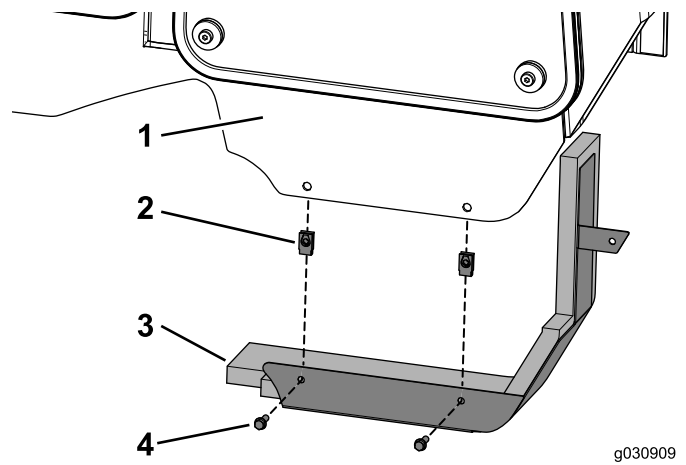

图29
2. 用 2 个螺栓 (1/4 x 3/4 英寸) 将面板组件固定到驾驶室，如 图29 所示。
1. 将 2 个夹紧螺母安装到驾驶室机架上 (图29)。